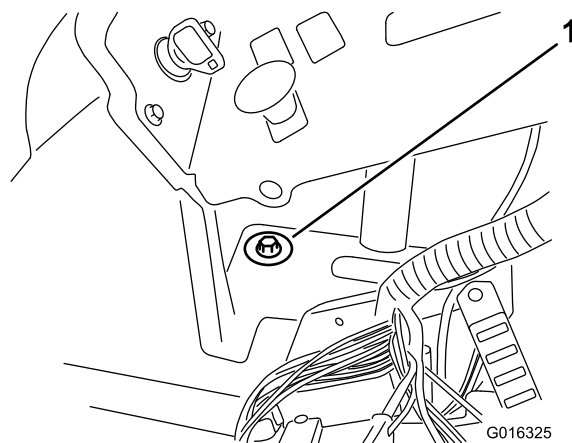

**Figure 3**
1. Déposez et conservez les 2 boulons UNC (Figure 3).